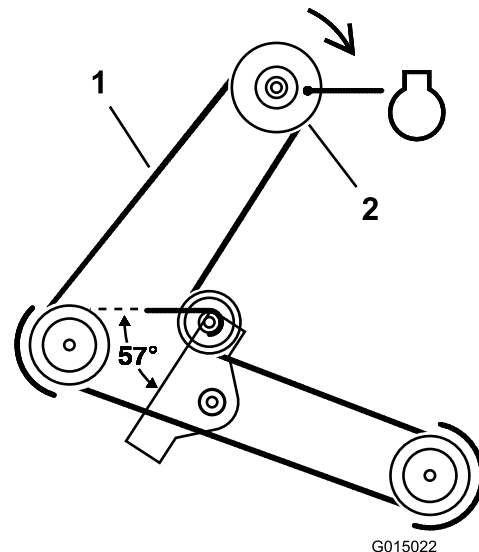

Figura 33
5. Retire la correa del cortacésped de la polea del embrague eléctrico (Figura 33).
5. Instale la correa del cortacésped en la polea del embrague eléctrico (Figura 33).